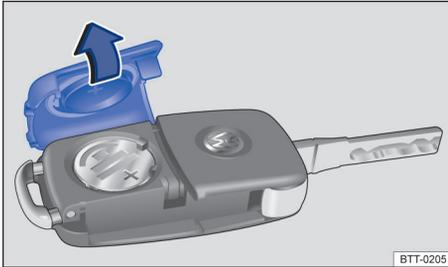

Fig. 19 Llave del vehículo: apertura de la tapa del compartimento de la pila
- Retire la tapa de la parte posterior de la llave ⇒ fig. 19 en el sentido que indica la flecha ⇒ ⌚.
- Coloque la tapa tal y como se muestra ⇒ fig. 19 y presiónela sobre la carcasa de la llave en el sentido contrario al de la flecha hasta que encaje. ▶